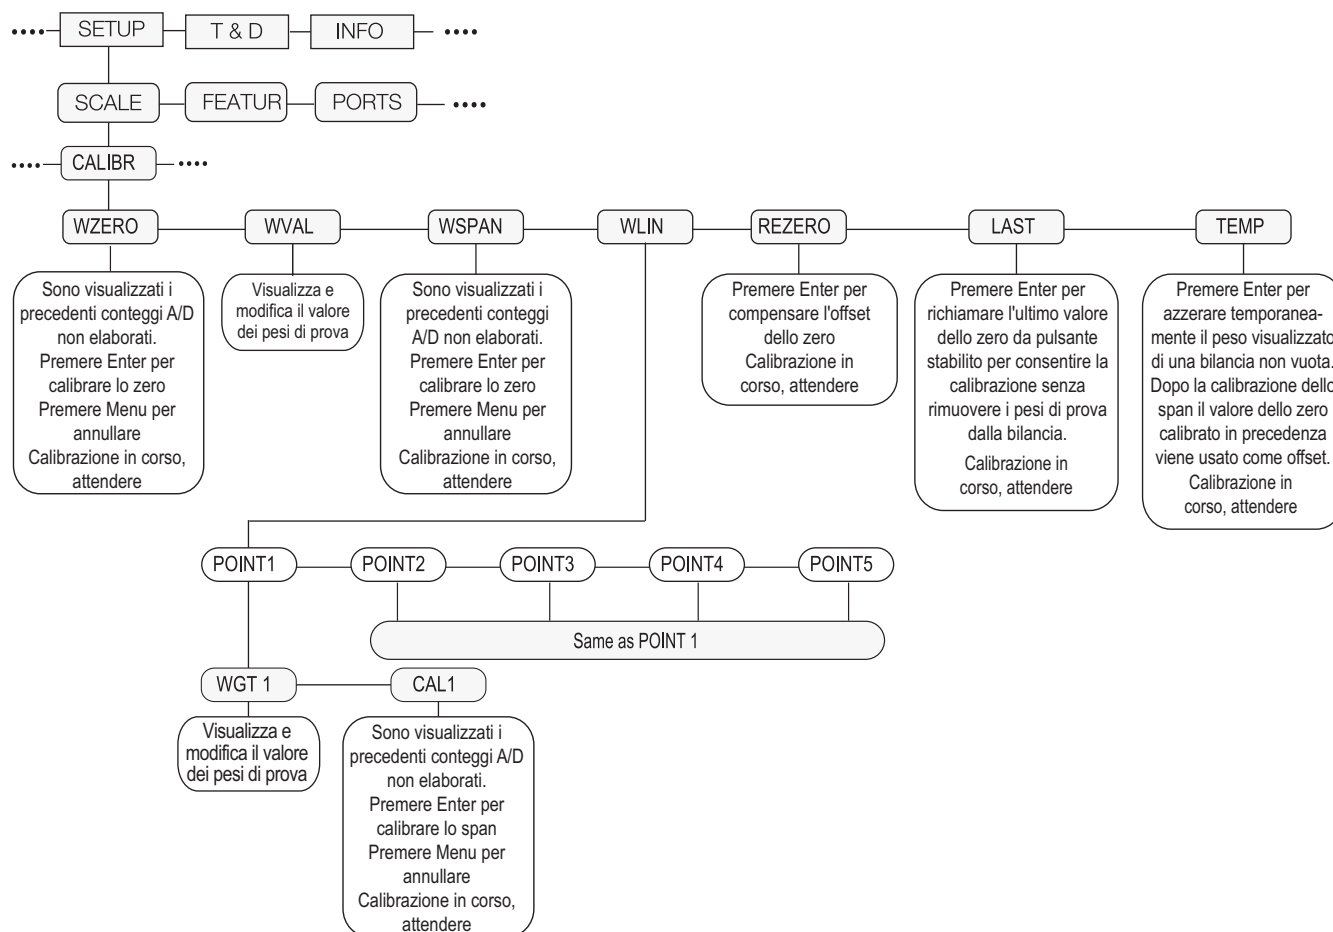

Figura 4-1. Menu di calibrazione (CALIBR)
1. Impostare l'indicatore in modalità di configurazione utilizzando l'interruttore di configurazione sul retro dell'unità, vedere la Figura 3-1 a pagina 37, (o utilizzare  se è abilitato l'audit trail) e passare a CALIBR, vedere la Figura 4-1 a pagina 64.